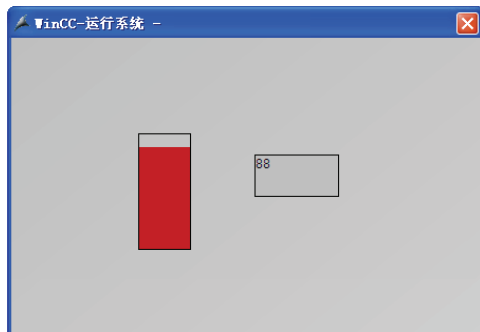

图 5-29 运行界面
4) 运行工程。单击画面中的“运行”按钮，在 I/O 域中输入 88（其他数值也可以），可以看到矩形中填充了 88% 的红色，运行界面如图 5-29 所示。